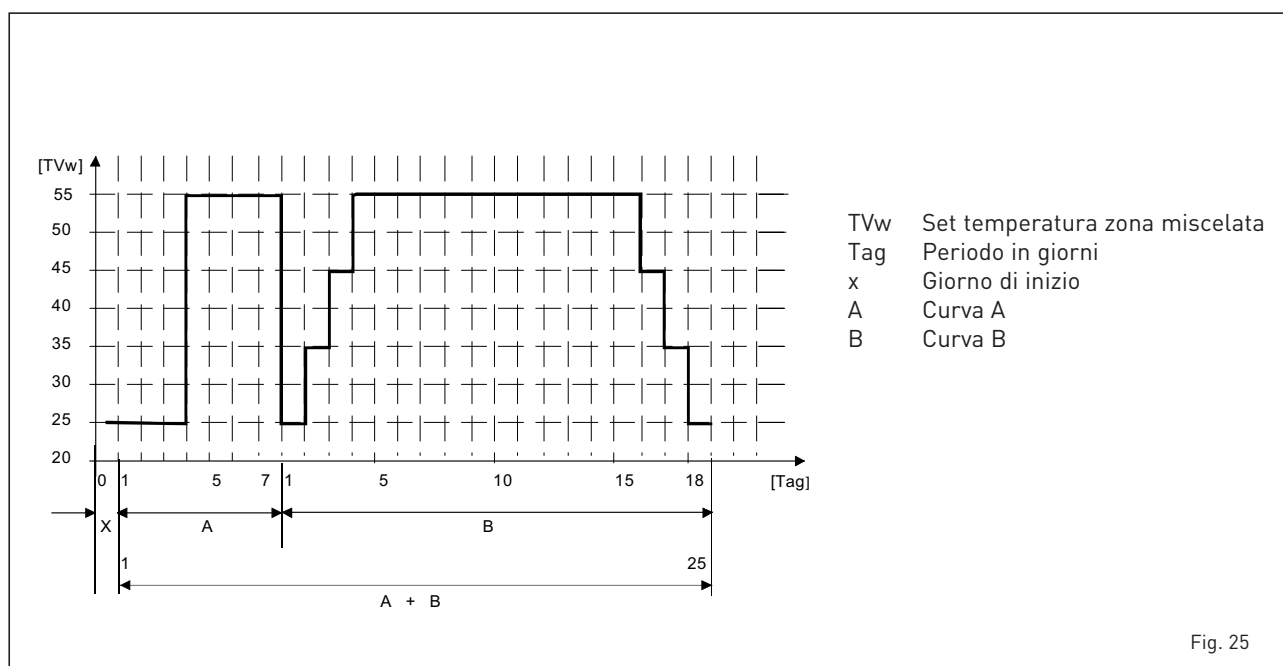

Fig. 25
4.3.5 Funzione asciugatura massetto (fig. 25)